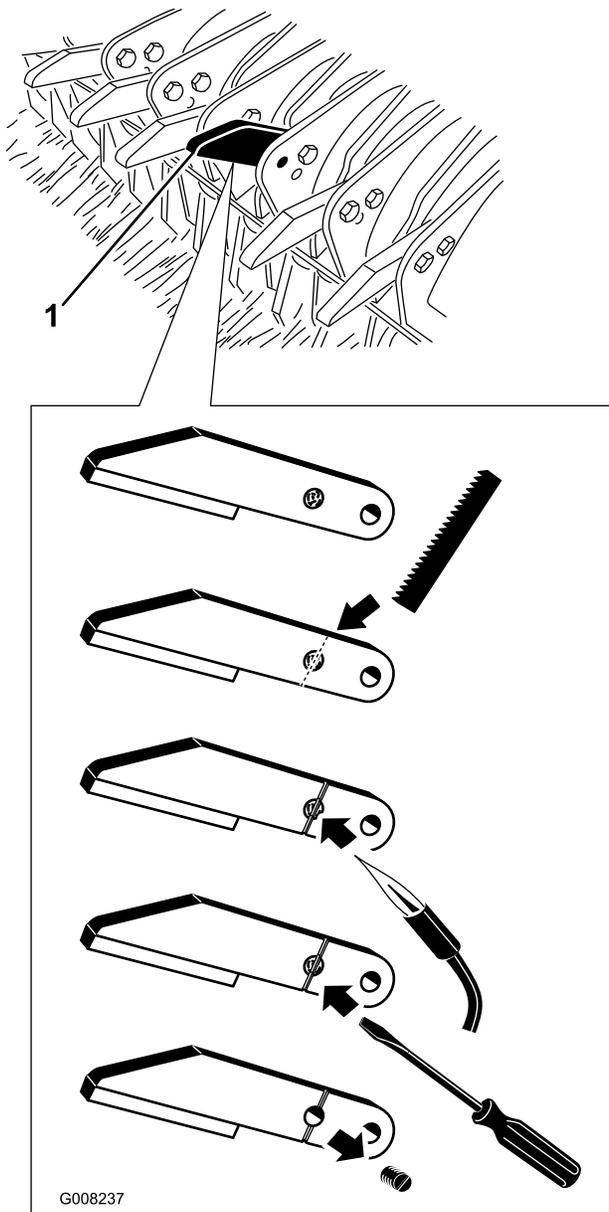

図 38
1. チョッパー・チップをブレードに固定している、折れていない方のボルトを外す図 38。チョッパー・チップをブレードから外す。
2. 金ノコを使って、折れたボルトの端に、チョッパー・チップごと切り込みを入れる図 38。この切り込みは、マイナスドライバの刃先が入るようにしっかりと作ること。
3. 切り込みができたら、折れたボルトをトーチで熱して、ついているロクタイトを柔らかくする図 38。
4. ロクタイトが柔らかくなったら、ドライバでボルトを抜き取る図 38。